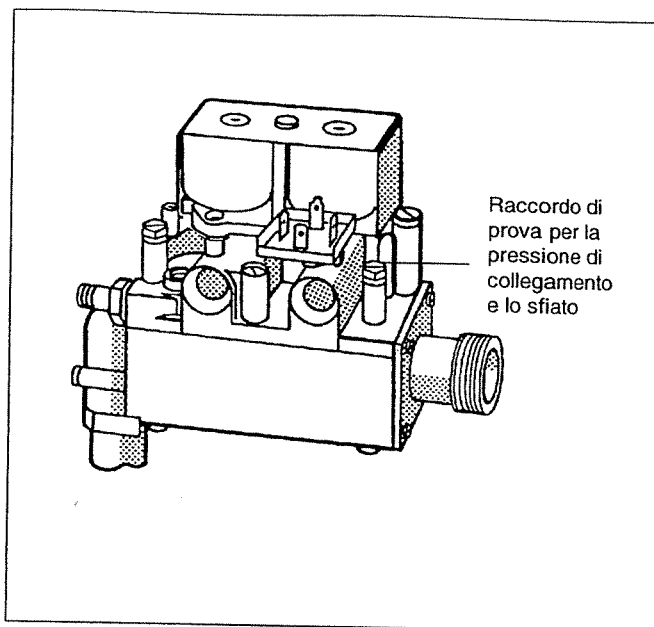
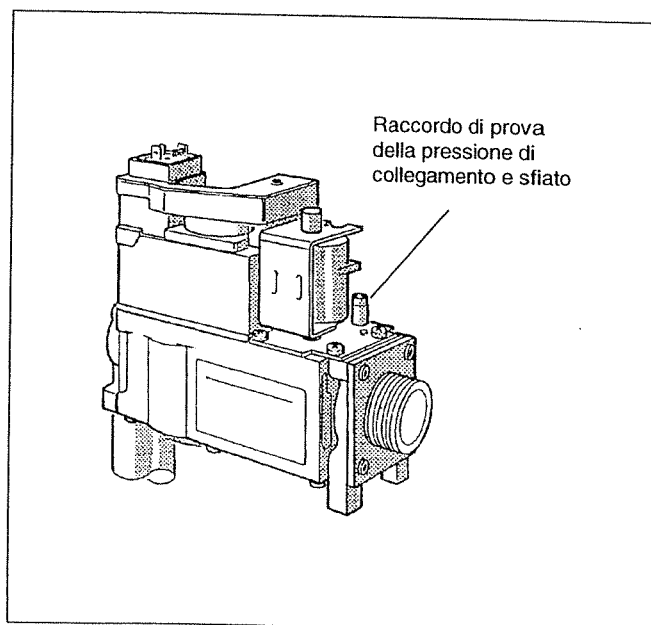

Fig. 25: Valvola bruciatore a gas "SIT" 830 Tandem
Fig. 27: Valvola bruciatore "Honeywell" VR 4601
- Allentare di due giri la vite di chiusura del raccordo di prova della pressione di collegamento sulla valvola del bruciatore di gas (Fig. 25 - Fig. 27); per "SIT" 830 Tandem rimuovere la vite di chiusura.